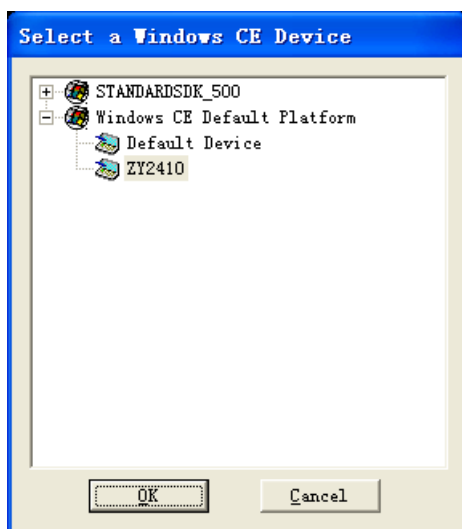

图 2.41 选择一个 Windows CE 设备
15. 在 eMbedded Visual C++ 4.0 中，然后选择菜单“Tools → Remote Register Editor(WCE500)”，弹出如图 2.41 所示的对话框，在列出的 Windows CE 设备中选择 ZY2410。然后按“OK”，这时将开始自动连接 MagicARM2410 的 Windows CE.net 5.0。